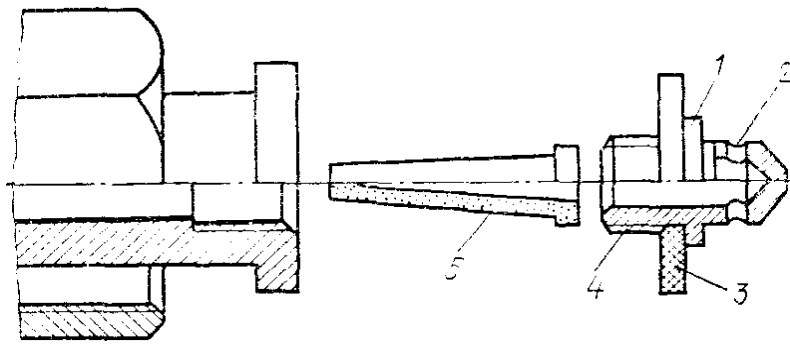

Рис. 4 Ацетиленовый редуктор
- 2.4. Вывернуть из камеры высокого давления специальную гайку /, осмотреть — не засорены и не смяты ли края отверстия 2. не забита ли резьба 4, исправна ли уплотнительная шайба 3. Убедиться в наличии и исправности фильтра 5 (рис. 4).
3.1. Продуть вентиль баллона (см. ИК 8, рис. 4).